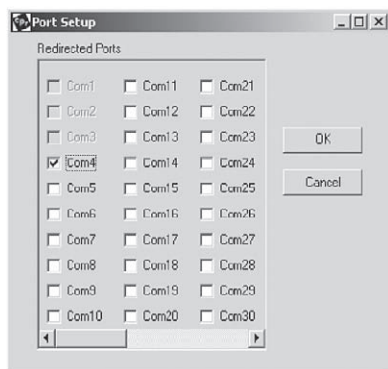

Рис. 23. Окно настройки последовательных портов
6. Щелкните по кнопке *Com Setup*. Откроется окно *Port Setup* («настройка портов», рис. 23), в котором установлен флажок у первого логического последовательного порта. Физические последовательные порты на компьютере, где установлен «Com Port Redirector», показаны серым шрифтом, их состояние недоступно для изменения. На рис. 23 это порты с Com1 по Com3. В зависимости от конфигурации вашего компьютера порты, помеченные как недоступные, могут быть другими.